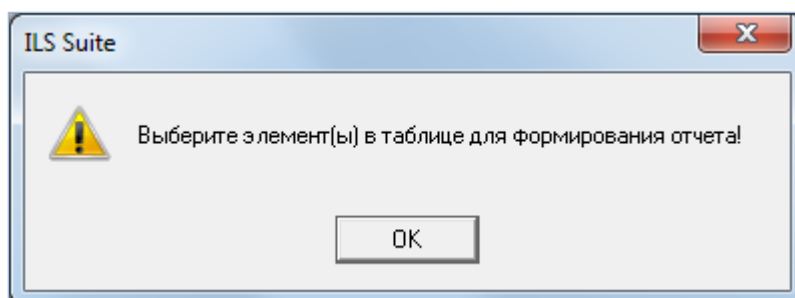

Рис. 10-72 – Информационное сообщение
- 3) После загрузки данных на вкладке «Отчеты» будет полный перечень формируемых отчетов (рис. 10-72).
- 3) Нажать кнопку «Логистическая структура изделия» на вкладке «Отчеты» (рис. 10-72). Для открытия отчета в программе «Конструктор отчетов» нажать на верхнюю часть